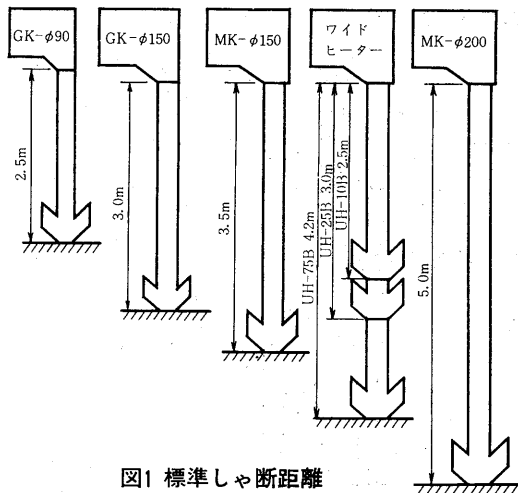

図1 標準しゃ断距離
(2) 使用電源による選定
(3) 取付場所の騒音による選定
(4) しゃ断距離より選定<図1参照>